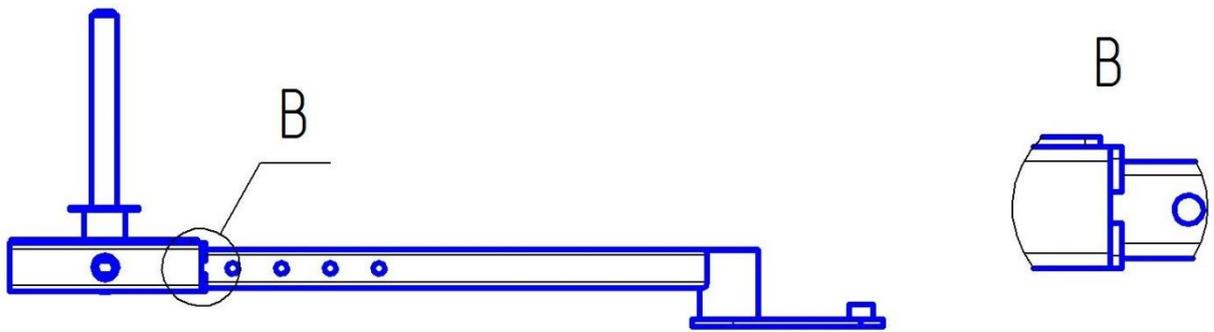

Рис.9 Схема окончательной установки переходника 40x40-50x50.
- 6.5. Установить дет. поз.27 (Переходник 40x40-50x50) до упора в трубу дет. поз.5 (Держатель валика). При необходимости использовать инструмент Ж. Забивать следует через деревянный брусок. Выступающий шип дет. поз. 27 (Переходник 40x40-50x50) должен зафиксироваться в отверстии дет. поз.5 (Держатель валика). Труба дет. поз.3 (Рычаг валика) должна оставаться между двумя деталями поз.27 (Переходник 40x40-50x50) в соответствии с рис.9.